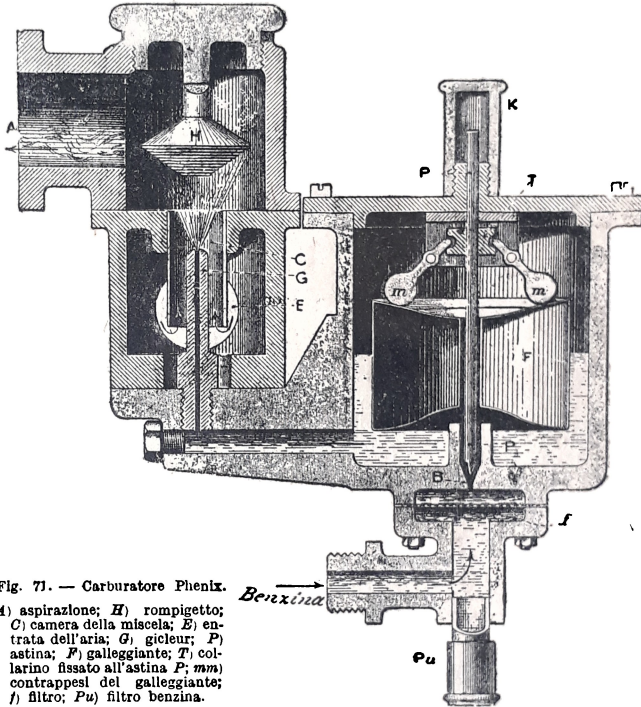

Fig. 71. — Carburatore Phenix.
**Carburatore Phenix.** — Il tipo classico dal quale ebbero origine i carburatori moderni, è il Phenix, rappresentato dalla fig. 71. Per mezzo di un tubo in comunicazione col serbatoio di benzina ed innestato ad un raccordo arriva la benzina, la quale filtrandosi attraverso alla reticella *f*, entra dal piccolo foro *B* nel recipiente sovrastante ove trovasi il galleggiante *F* (ad interno ermetica-